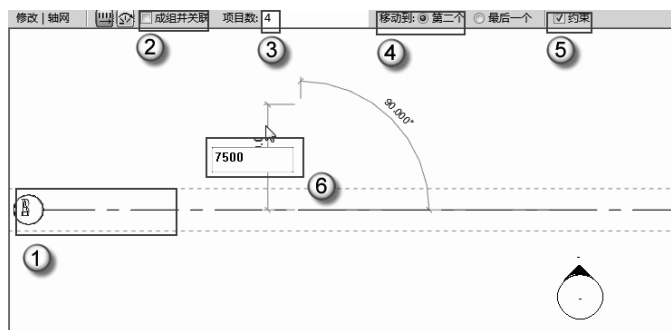
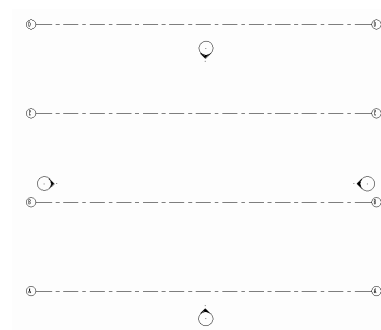

图 1.3.5 阵列轴线
图 1.3.6 完成阵列
(5) 阵列轴线 1。选择第 (4) 步已经绘制完成的 A 轴线，按快捷键 **A+R**，取消选中“成组并关联”复选框，“项目数”设为 4，“移动到”选“第二个”单选按钮，选中“约束”复选框，将光标向上移动，输入数值 7500，如图 1.3.5 所示。按 Enter 键，完成对轴线的阵列，系统会以 7500mm 为间距，再生成 3 个轴线，如图 1.3.6 所示。